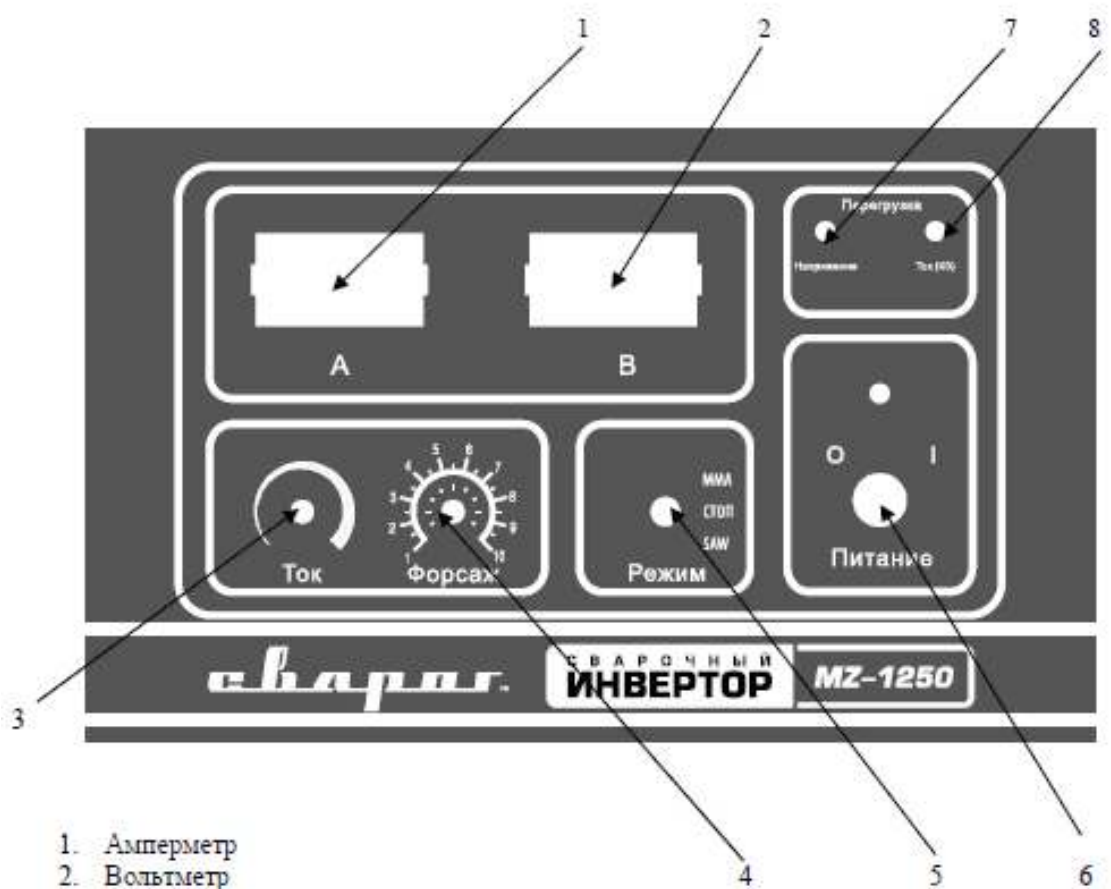

рис. 4.2.
- Подключение к беля упр вления: один провод подключен к источнику пит ния, ост льные к контроллеру тр ктор (рис. 4.2.).
- 3 фиксируйте 2 св рочных к беля (обычно 2 «+») н тр кторе(рис. 4.2.).